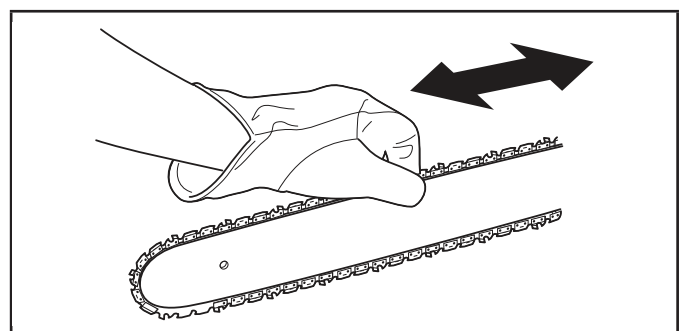

Figure 27
4. En portant des gants de protection, tenez l'extrémité du guide-chaîne vers le haut et déplacez la chaîne de scie d'avant en arrière le long du guide-chaîne (Fig. 27). Assurez-vous que la chaîne de la scie se déplace librement et qu'elle est correctement engrenée avec le pignon. Si la chaîne de la scie ne se déplace pas facilement, tournez lentement la vis de tension de la chaîne dans le sens antihoraire pour desserrer la chaîne de la scie. La chaîne de la scie ne tournera pas si le frein de la chaîne est engagé.